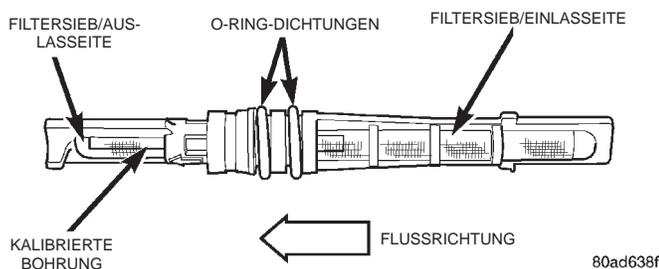

Abb. 31 Rohr mit kalibrierter Bohrung—Typisch
(1) Das Rohr mit kalibrierter Bohrung in die Flüssigkeitsleitung einsetzen. Hierbei auf die korrekte Ausrichtung des Rohrs entsprechend der Flußrichtung des Kältemittelsystems achten (Abb. 31).